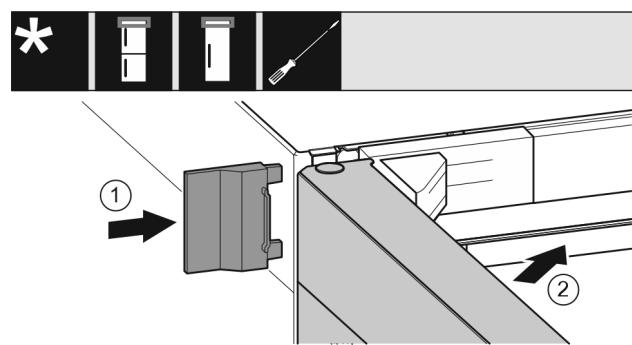

Fig. 35
- Nasuňte vonkajší kryt. Fig. 35 (1)